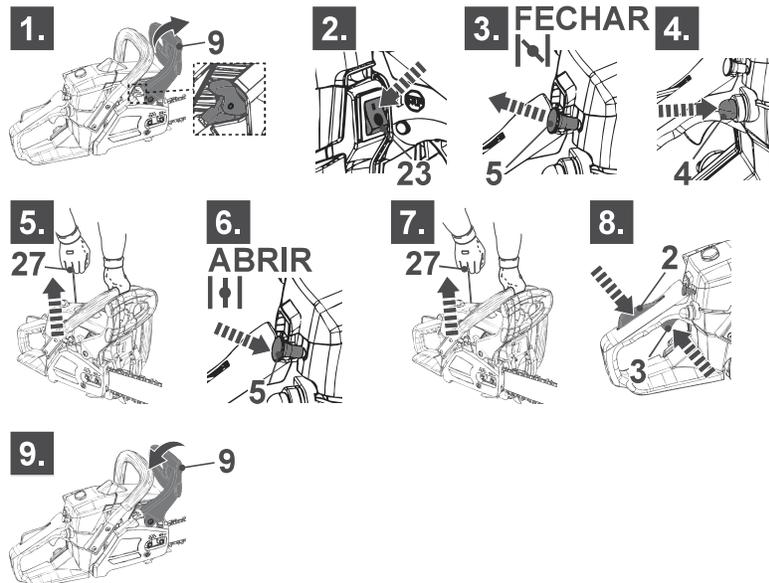

Fig. 25
1. Empurre a proteção dianteira para a mão (9) para a frente para engatar o travão da corrente (Fig. 25, passo 1). A corrente (10) está agora bloqueada.
2. Coloque o interruptor da ignição (23) na posição "1" (posição ligada) (Fig. 25, passo 2).
4. Pressione o disparador (4) 6 vezes até que a cuba de pré-injeção esteja cheia de combustível (Fig. 25, passo 4).
5. Segure firmemente o produto no solo com a mão esquerda na pega dianteira (8). O polegar e os dedos devem agarrar a pega.
7. Puxe lentamente a pega do arrancador de recuo (26) com a mão direita até sentir uma resistência clara e, em seguida, puxe rapidamente e com força. Repita 4 vezes até ouvir um som forte (Fig. 25, passo 5). Nesta fase, o motor não arranca.
8. Empurre totalmente a alavanca do estrangulador (5) para trás (Fig. 25, passo 6). A alavanca do estrangulador está agora na posição ABERTO e o acelerador é mantido na posição de funcionamento rápido.
9. Puxe novamente a pega do arrancador de recuo (26) e repita este procedimento até que o motor arranque.
10. Prima o bloqueio do acelerador (2) e o acionador do acelerador (3) para cancelar o funcionamento rápido (Fig. 25, passo 8). O motor funciona ao ralenti.
12. Assim que o motor estiver a funcionar normalmente, puxe cuidadosamente a proteção dianteira para a mão (9) para trás, em direção à pega dianteira (8), para desengatar o travão da corrente (Fig. 25, passo 9).
13. Segure o produto com a mão esquerda na pega dianteira (8) e a mão direita na pega traseira (1).
14. Pressione o bloqueio do acelerador (2) e, em seguida, aperte o acionador do acelerador (3) para acelerar o motor. A corrente é acionada.
1. Empurre a proteção dianteira para a mão (9) para a frente para engatar o travão da corrente (Fig. 25, passo 1). A corrente está agora bloqueada.
2. Puxe totalmente a alavanca do estrangulador (5). A alavanca do estrangulador (5) está na posição FECHADO (Fig. 25, passo 3).
3. Puxe ligeiramente a pega do arrancador de recuo (27) até sentir resistência e, em seguida, puxe rapidamente (Fig. 25, passo 7). Repita até que o motor arranque.
4. Empurre totalmente a alavanca do estrangulador (5) para trás (Fig. 25, passo 6). A alavanca do estrangulador está agora na posição ABERTO e o acelerador é mantido na posição de funcionamento rápido.
7. Puxe ligeiramente a pega do arrancador de recuo (27) até sentir resistência e, em seguida, puxe rapidamente (Fig. 25, passo 7). Repita até que o motor arranque.
8. Prima o bloqueio do acelerador (2) e o acionador do acelerador (3) para cancelar o funcionamento rápido (Fig. 25, passo 8). O motor funciona ao ralenti.
9. Assim que o motor estiver a funcionar normalmente, puxe cuidadosamente a proteção dianteira para a mão (9) para trás, em direção à pega dianteira (8), para desengatar o travão da corrente (Fig. 25, passo 9).
10. Segure o produto com a mão esquerda na pega dianteira (8) e a mão direita na pega traseira (1).
11. Pressione o bloqueio do acelerador (2) e, em seguida, aperte o acionador do acelerador (3) para acelerar o motor. A corrente é acionada.